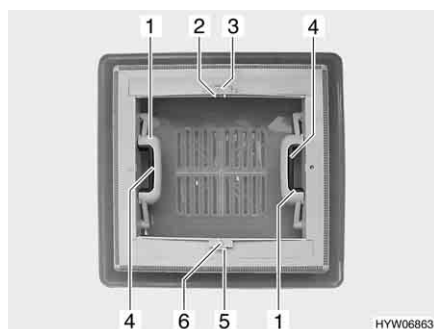

Fig. 37 Oblò a scatto
**Apertura:** ■ Premere la chiusura a scatto (Fig. 37,4) verso l'interno dell'oblò. Premere contemporaneamente verso l'alto l'oblò con la maniglia (Fig. 37,1).
**Chiusura:** ■ Tirare con forza verso il basso le due maniglie (Fig. 37,1) dell'oblò, fino a quando non scattano entrambe le chiusure.
**Chiusura:** ■ Premere l'arresto (Fig. 37,5) verso il lato esterno dell'oblò.
■ Tirare l'oscurante a rullo per la maniglia (Fig. 37,6) fino alla maniglia contrapposta della zanzariera a rullo (Fig. 37,2) e farla innestare.
**Apertura:** ■ Serrare la maniglia (Fig. 37,2). L'arresto si sblocca.
■ Ricondurre lentamente l'oscurante a rullo accompagnandolo con la maniglia (Fig. 37,6).
- Premere l'arresto (Fig. 37,3) verso il lato esterno dell'oblò.
- Tirare la zanzariera a rullo per la maniglia (Fig. 37,2) fino alla maniglia contrapposta dell'oscurante a rullo (Fig. 37,6) e farla innestare.
- Serrare la maniglia (Fig. 37,2). L'arresto si sblocca.
- Ricondurre lentamente la zanzariera a rullo accompagnandola con la maniglia (Fig. 37,2).